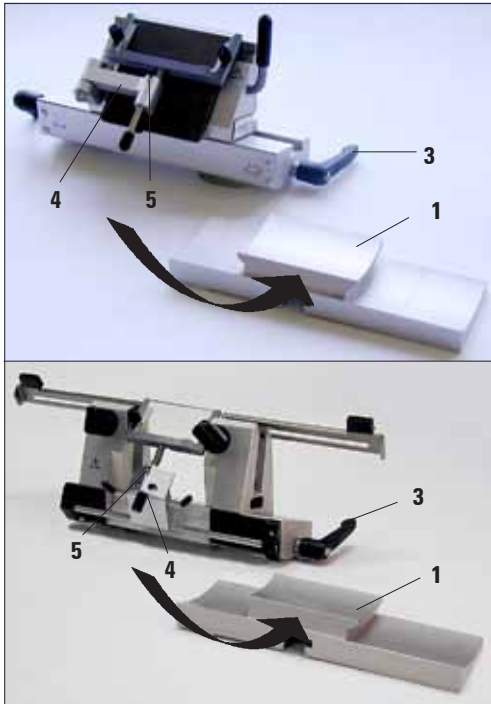

Fig. 2
1. Placer le verre dans le passe-partout et le fixer solidement et uniformément au moyen des vis moletées (7).
2. Introduire l'axe (8) du passe-partout métallique à partir du haut dans l'orifice du bras pivotant (4, fig. 2), de sorte que la cheville soit (6) dans l'encoche (5, fig. 2).
3. Faire glisser la rondelle en plastique blanc (9) sur l'axe (2) en partant du bas.
4. Visser l'écrou moleté (10) sur l'axe (2) en partant du bas.